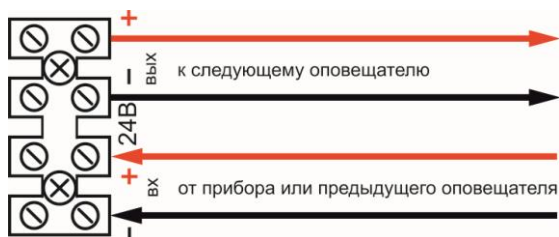

Рис. 2. Внешний вид клеммной колодки и схема подключения оповещателя
- через кабельные вводы ввести входные (выходные) кабели и подсоединить их согласно схеме подключения (см. рисунок 2);